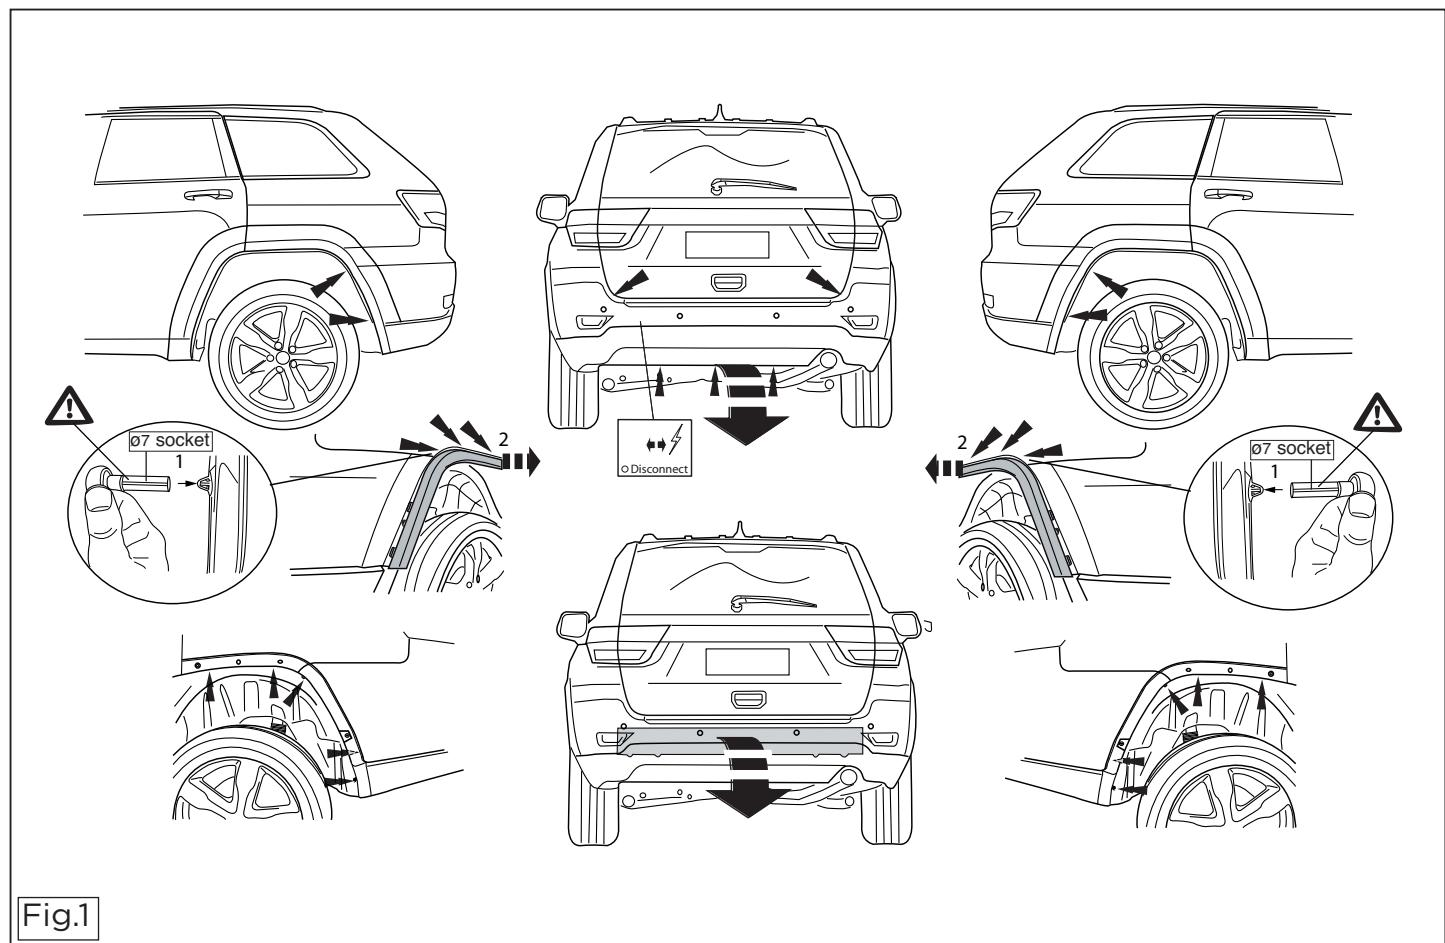

Fig.1
1. Demonter kofangeren, inklusive køretøjets stålstødbjælke. Denne bliver overflødig. (jævnfør fig. 1).
- Smontare il paraurti e la barra d'acciaio dal veicolo; la barra in acciaio non dovrà più essere montata. (vedi fig. 1).
- Zdemontać z pojazdu zderzak wraz ze stalową belką zderzakową, belka zderzakowa nie będzie ponownie używana. (Patrz rysunek 1).